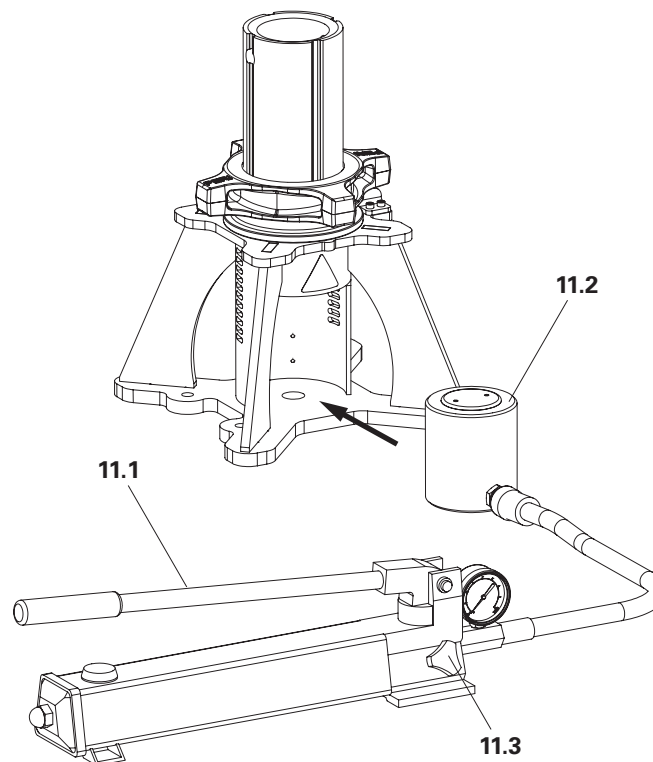

Fig. A5.05
- La valvola della pompa (11.3) è chiusa. (Fig. A5.05)